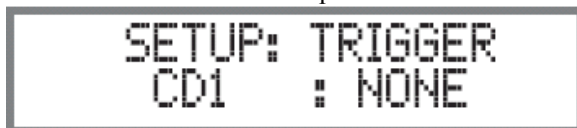

Рисунок 11
2. Поворачивайте регулятор TRIM/SELECT, пока на дисплее не появится надпись “CD1 NONE”. См. рис. 11